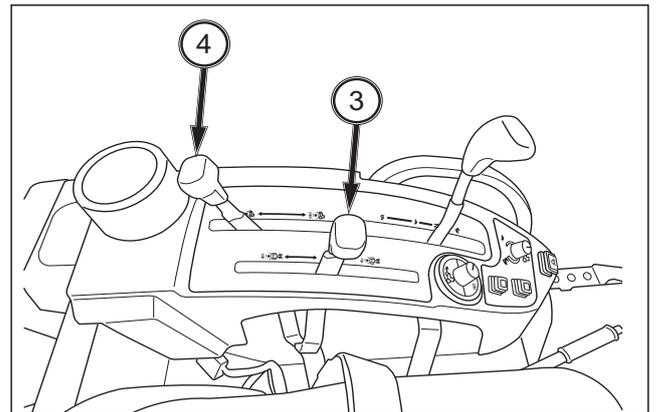

FIG. 93
FIGS. 93 & 94: Para conectar la TDF: gire el interruptor de la TDF (2) en sentido horario a la posición ON y, a continuación, tire hacia arriba, la TDF se conectará. La luz indicadora de la TDF trasera (5) en el conjunto de luces indicadoras se encenderá, mostrando que la TDF trasera está conectada.